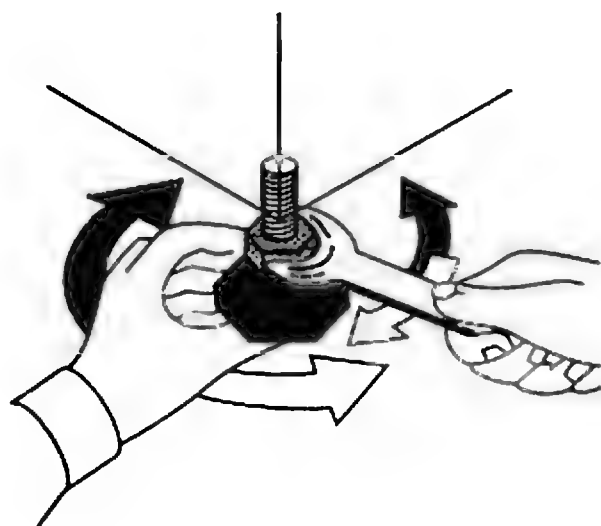

Рис. 1.11.4. Регулировка ножек стиральной машины
- блокируют винт ножки, затянув фиксирующую гайку против часовой стрелки до упора (рис. 1.11.4).